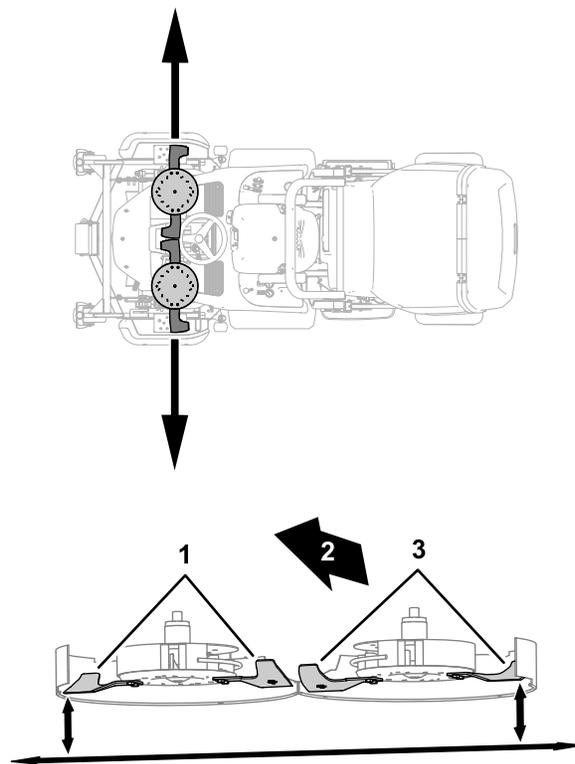

**Figura 121**
1. Ajuste la altura de corte a la posición de 75 mm (Figura 121).